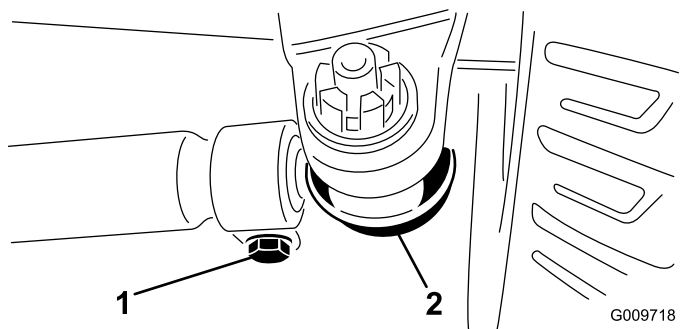

Figure 54
2. Pour le régler, retirez la goupille fendue et l'écrou de l'une des rotules de biellette (Figure 54).
4. Desserrez les fixations aux deux extrémités des biellettes (Figure 54).